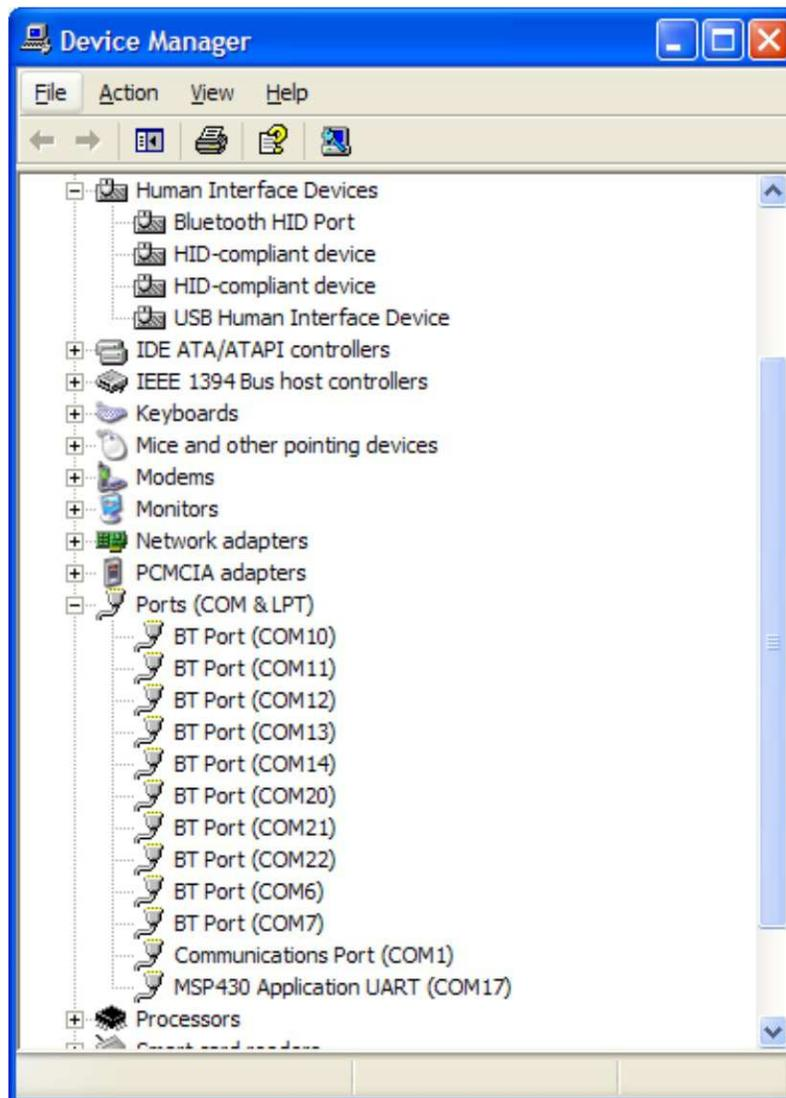

图 B-10. Windows 设备管理中的 eZ430-RF 作为 HID 和 COM 端口器件
5. USB 调试接口被安装并可使用。Windows 设备管理器列出了一个针对人机接口器件和 MSP430 应用 UART (COMx) 的新条目（请见图 B-10）。